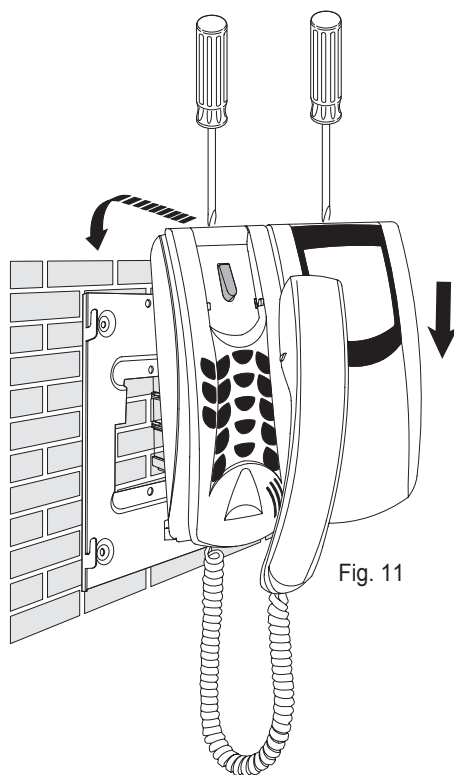

Fig. 11
- Fig. 11 Inserir o telefone no suporte apoiando-o nas respectivas sedes e, de seguida, empurrando-o para baixo até à sua completa fixação. Inserir o cabo do monitor no respectivo conector, denominado "CN1", situado no circuito de ligação (pormenor B). Apoiar, finalmente, o monitor na sua sede e empurrar para baixo até à sua completa fixação. Para extrair o telefone ou o monitor da laca de encaixe, pressionar com uma chave de parafusos na lingueta de segurança e, de seguida, retirá-los seguindo o sentido contrário das setas 1-2.
- Fig. 11 Insertar el teléfono en el soporte apoyándolo en los asientos apropiados y jalándolo hacia abajo hasta su completa sujeción. Insertar el cable del monitor en el conector apropiado llamado "CN1" que se encuentra en el circuito de conexión (particular B). Finalmente insertar el monitor apoyándolo en los asientos apropiados y jalándolo hacia abajo hasta su completa sujeción. Para extraer el teléfono o el monitor de la plancha de enganche, actuar con un destornillador en la lengüeta de seguridad y extraerlos siguiendo el sentido inverso de las flechas 1-2.